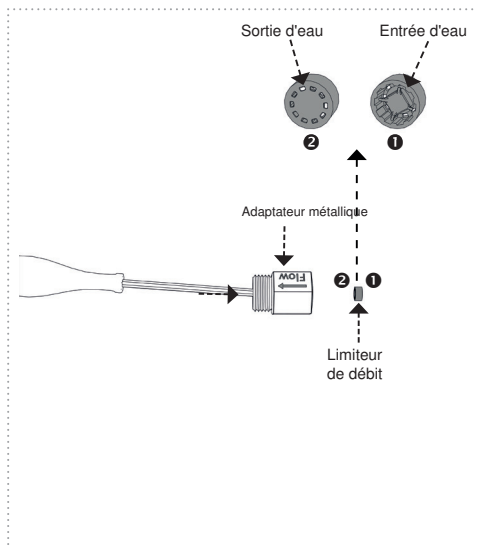

Figure 32
7. Dévissez le raccord à visser et le raccord fileté et, avec un tournevis/stylo à bille, poussez légèrement le limiteur de débit hors de l'adaptateur métallique (Fig. 32)
8. Choisissez le limiteur de débit et remontez-le dans l'ordre inverse (montez le limiteur de débit avec le côté « sortie d'eau » dirigé vers l'adaptateur métallique (Fig. 32))